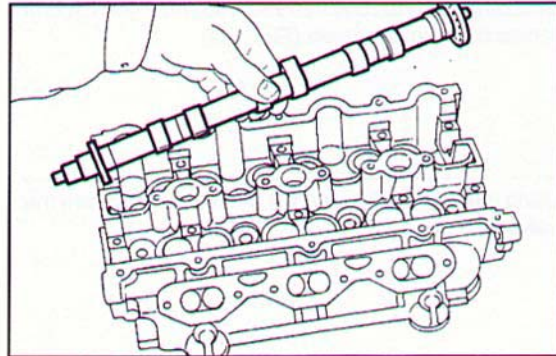

Fig. 175 ▲
- estrarre gli alberi di distribuzione dalle relative sedi (Fig. 175);
- remove the camshafts from their seats (Fig. 175);